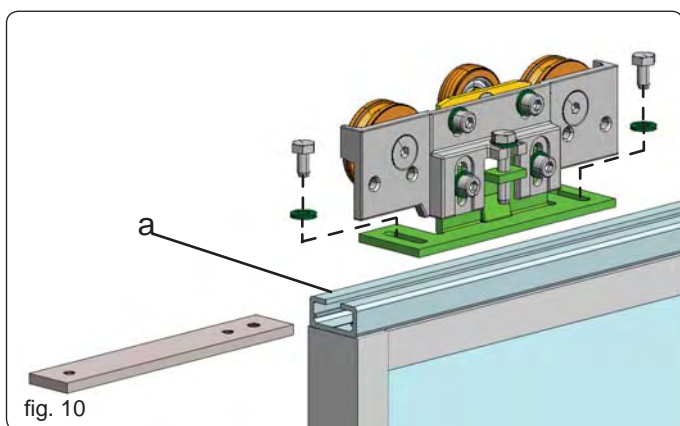

fig. 10
2. Positionera två vagnar på varje blad, med medföljande plattor och skruvar som visas i Fig. 10.